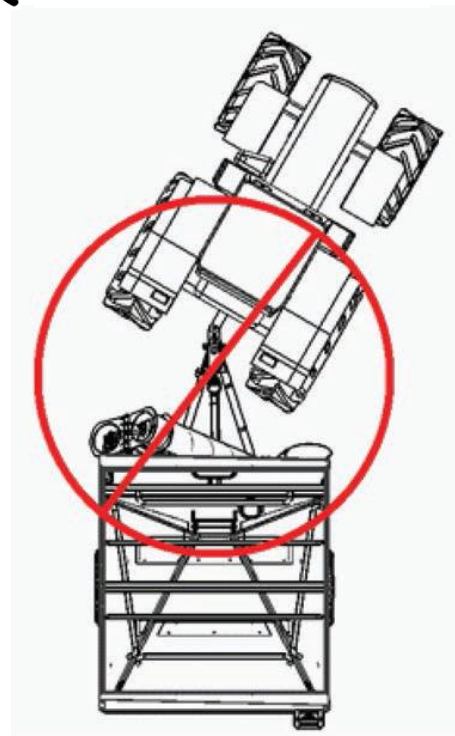

Figura 13
2. Aproximar a carreta ao local onde se encontra o depósito ou veículo de recepção, cuidando para que o trator fique alinhado com a carreta graneleira, figura 13;